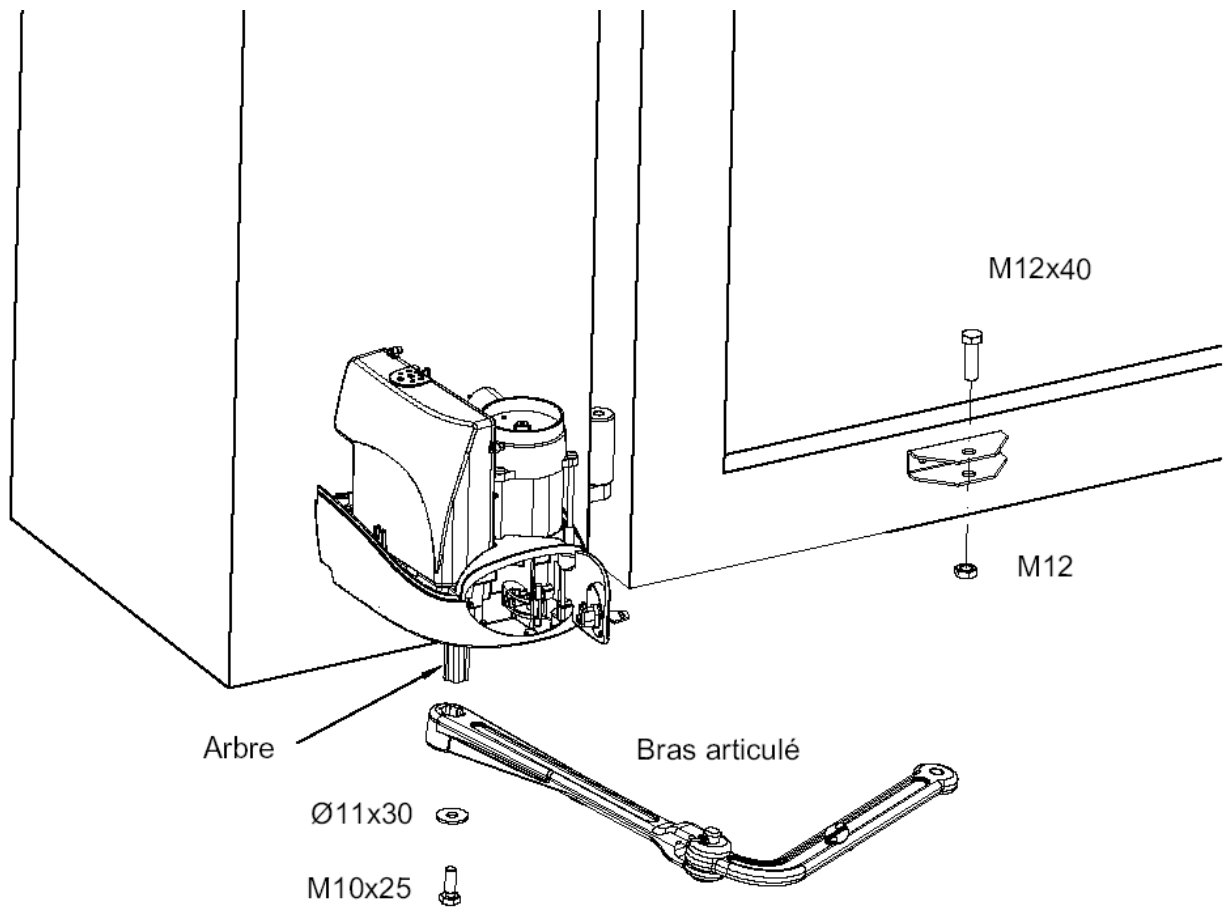

Figure 5
Installation du bras articulé (figures 5, 6, 7)
7. Insérer l'extrémité du bras articulé en faisant correspondre la rainure avec l'arbre de sortie ; placer la rondelle $\varnothing 11 \times 30$ et bloquer le bras avec la vis M10x28, comme indiqué sur la Figure 5.
9. Bloquer l'extrémité libre du bras articulé à l'étrier du portail avec la vis M12x40 et l'écrou correspondant M12, comme indiqué sur la Figure 5.